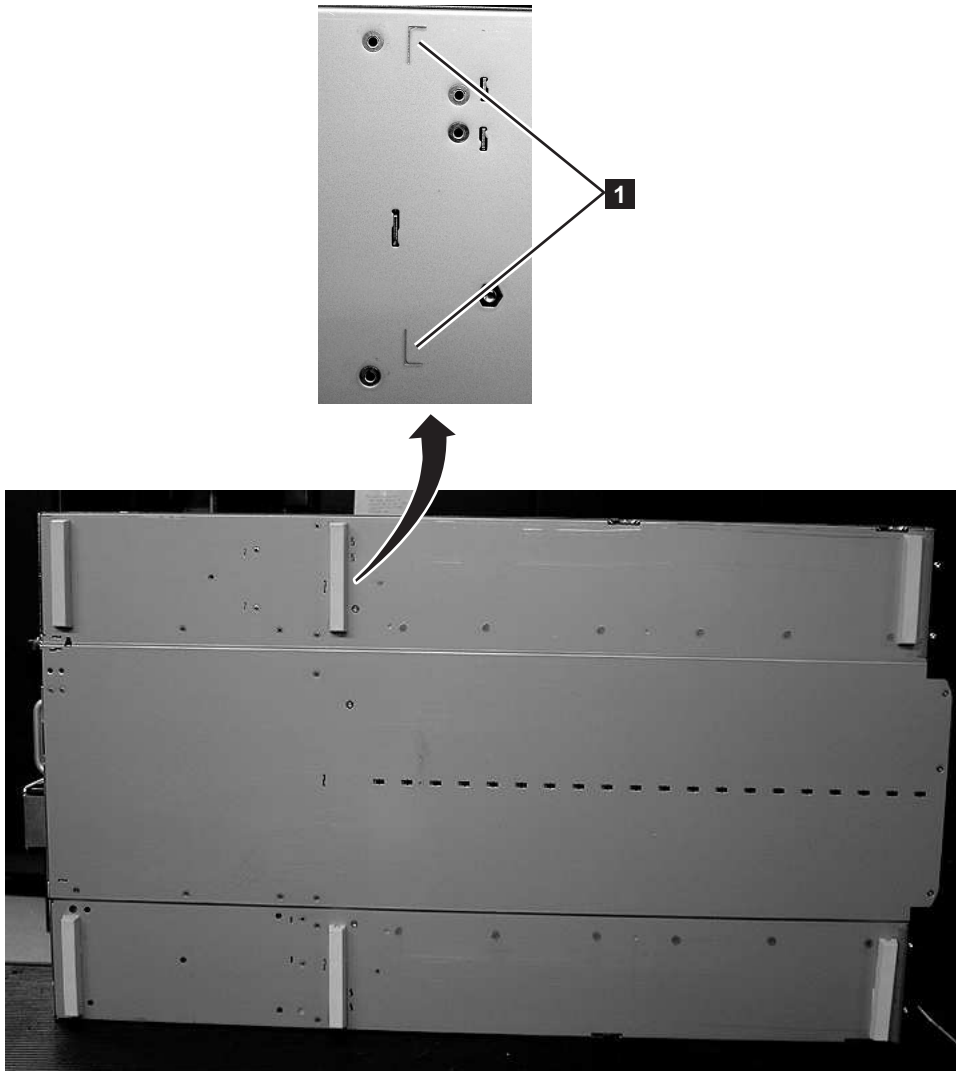

Figure 148. Installation des pieds sur la partie inférieure du boîtier de la bandothèque
- 3) Placez les pieds sur la partie inférieure du boîtier de la bandothèque en appuyant chaque pied sur l'une des six zones (**1**) comme indiqué dans la figure 148.